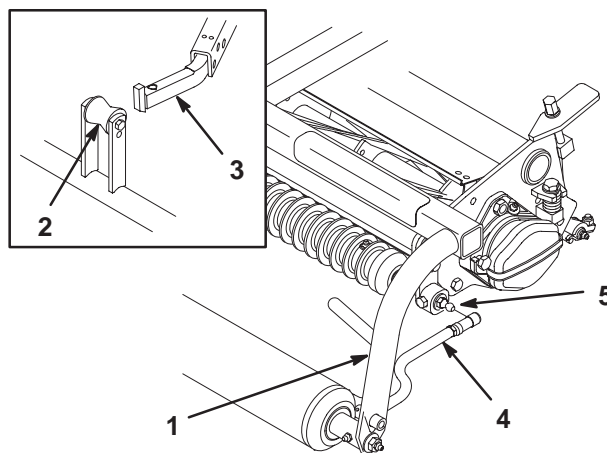

Figure 12
2. Placez une rondelle et une rotule à chaque extrémité du rouleau avant sur les plateaux de coupe (Fig. 12).
3. Poussez le plateau de coupe sous le bâti de traction en accrochant le galet de relevage au bras de relevage (Fig. 12).
4. Repoussez la gaine sur la rotule et tournez le bras de traction vers le bas pour que la boîte s'adapte sur la sphère. Relâchez la gaine pour qu'elle vienne recouvrir le goujon, ce qui solidarise les ensembles (Fig. 12).